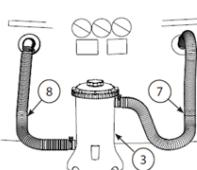

FIG. 3
6. Una volta che la piscina è riempita, inserire il filtro tra le due connessioni sul lato della piscina, a circa 15 cm dal suolo. Il tubo dell'acqua di ingresso (7) che entra nella scatola del filtro dall'alto dovrebbe essere orientato verso la filtrazione a destra, mentre il tubo di ritorno (8) in uscita dalla pompa (nella parte inferiore della scatola) dovrebbe essere rivolto a sinistra. Vedere **fig. 3**. La posizione della filtrazione sul prato si può bloccare con i perni in acciaio in dotazione.
7. Svitare la vite deaerazione (6) sul coperchio del filtro (4) di circa un giro e mezzo. NOTA: LA DEAERAZIONE DEL SISTEMA È NECESSARIA PER FARE USCIRE L'ARIA DURANTE IL RIEMPIMENTO DEL FILTRO CON ACQUA.